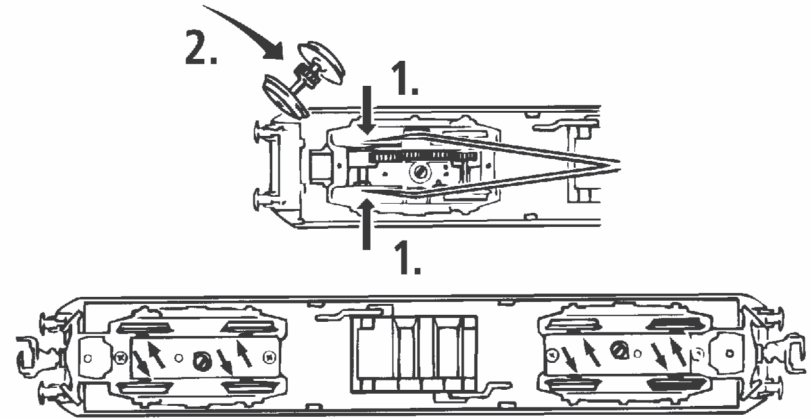

Fig. 6
**3. Haftreifenwechsel:** Zuerst die Drehgestellblende abnehmen (Fig. 4). Danach den **Radsatz** herausnehmen und die **Haftreifen** mit einer Nadel od. mit einem feinen Schraubendreher abziehen (Fig. 6). Beim Aufziehen der neuen Haftreifen darauf achten, dass diese sich nicht verdrehen.
**3. Change of traction tyre:** Remove the bogie blind (fig. 4). Take out **wheel set** and remove **traction tyre** using a pin or a fine screwdriver (fig. 6). When pressing on the new traction tyre please **avoid twisting it**.
**1. Nettoyage des lames de courant aux roues:** Les lames de contacts risquent de s'encrasser rapidement sur des voies poussiéreuses. Veuillez **enlever la poussière** aux endroits marqués à la fig. 6 à l'aide d'un petit pinceau souple.
**3. Échange des bandages d'adhérence:** Démontez d'abord **les flancs de bogies** des engrenages (fig. 4). Délogez ensuite les essieux bandagés et enlevez, à l'aide d'une aiguille ou d'un tournevis fin, les bandages d'adhérence (fig. 6). Lors du montage des nouveaux bandages veuillez veiller à ce que les bandages **ne soient pas tordu**.